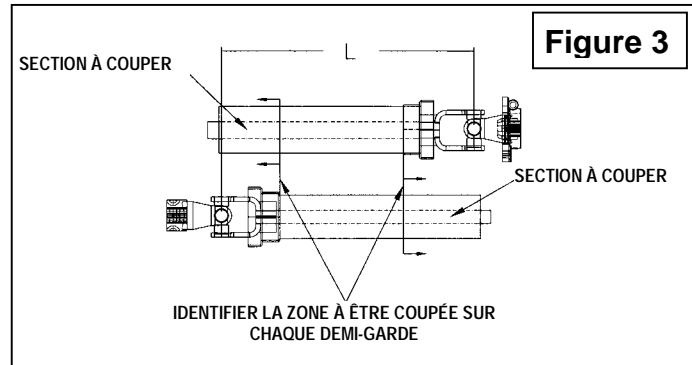

Figure 4
- Couper le garde une seconde fois pour laisser la même distance entre la fin du garde et la fin de l'arbre qui existait auparavant. Pour obtenir la distance "A" approprié illustré à la Figure 4, couper le garde selon le tableau ci-dessous: